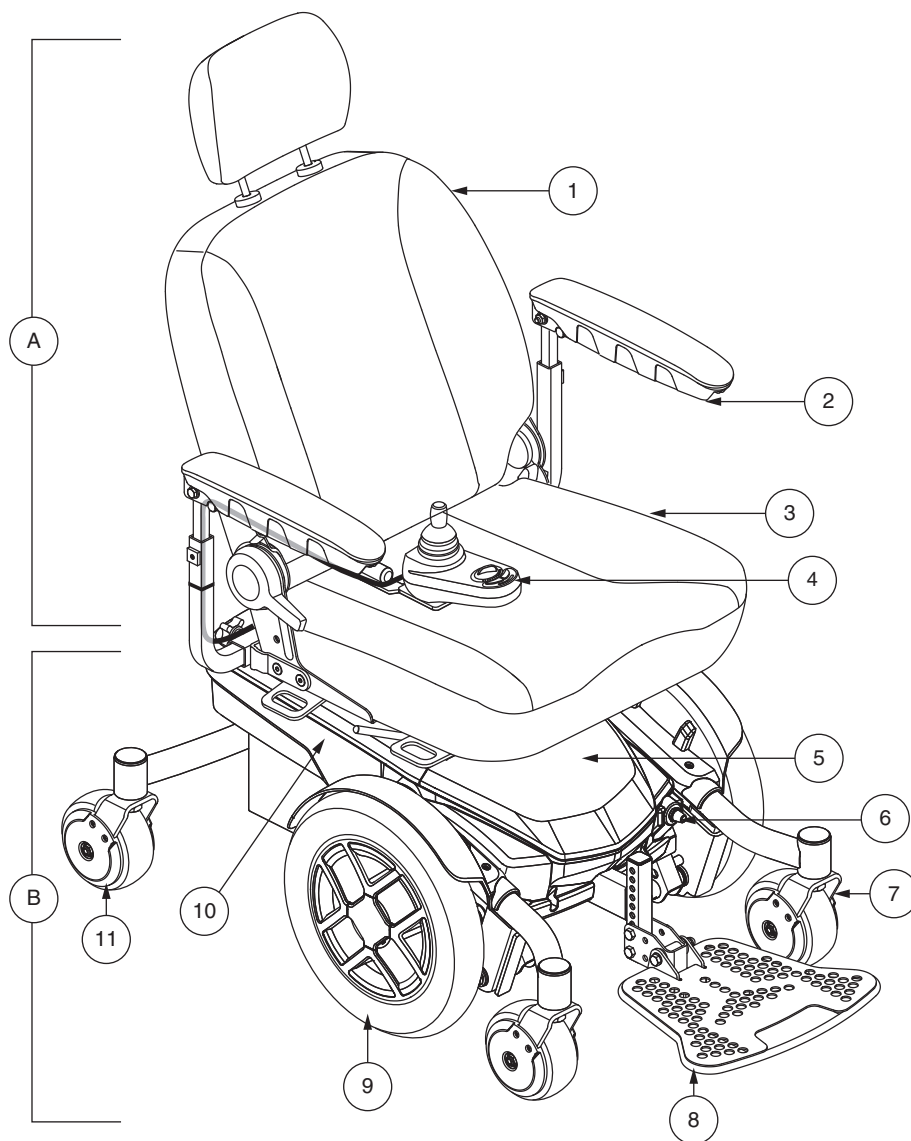

Figure 1. Le fauteuil motorisé Jazzy EVO 613
Le fauteuil motorisé Jazzy EVO 613 possède deux composantes principales: le module de siège (A) et la base motorisée (B). Voir la figure 1. Typiquement, le module de siège est composé des accoudoirs, du dossier et de la base du siège. La base motorisée est composée de deux modules moteur/frein, deux roues motrice, deux batteries et une couette de câblage. Voir les figures 1, 2, et 3.